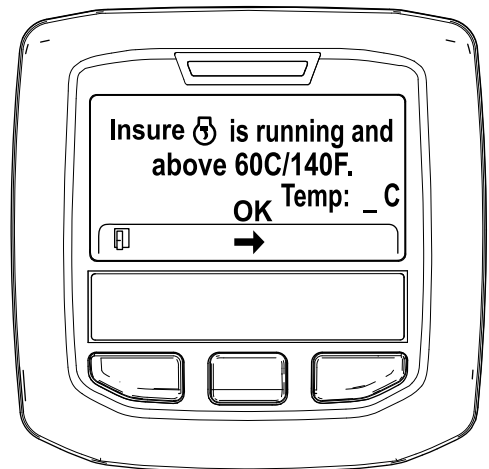

Figura 52
- Si la temperatura del refrigerante se encuentra por debajo de 60 °C (140 °F) aparece el mensaje "Insure ☺ is running and above 60C/140F" (Asegúrese de que está funcionando y por encima de 60 °C/140 °F). (Figura 52).